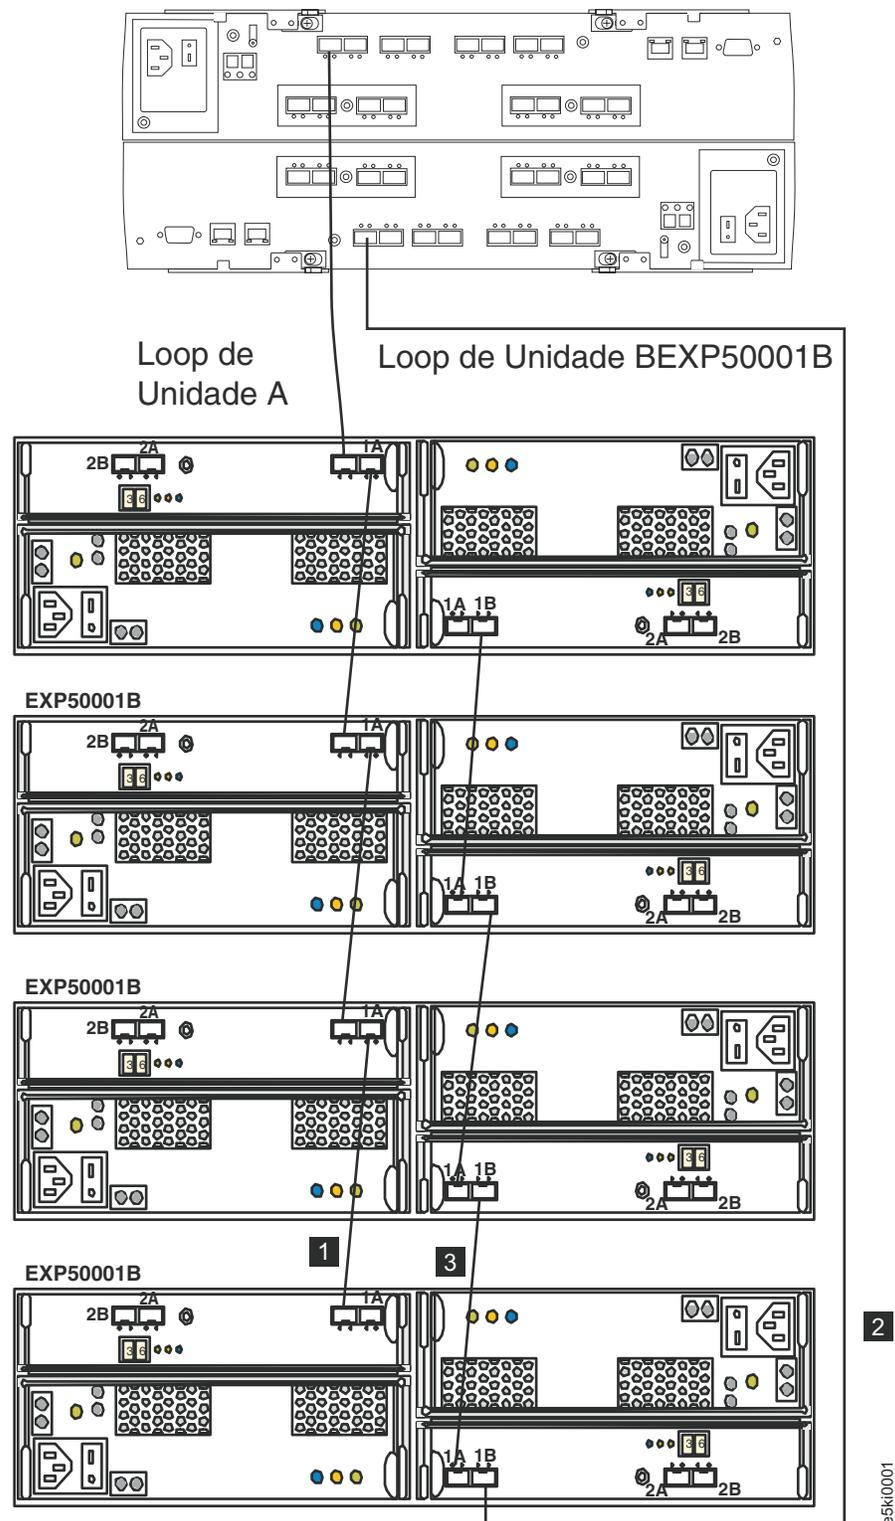

Figura 32. Cabeando o EXP5000 Para um Loop de Unidade Existente e Configurado
A Figura 32 na página 71 mostra um exemplo de um subsistema de armazenamento DS5000 configurado com pares de loop de unidade redundante.
As linhas em Figura 32 mostram como incluir um novo EXP5000 em uma configuração existente do DS5000 com EXP5000s. Para incluir o novo EXP5000 mostrado na Figura 32, execute as seguintes etapas:
4. Faça a conexão Fibre Channel marcada como **1** em Figura 32 na página 71 (loop de unidade A) conectando a porta 1A do EXP5000 existente à porta 1B do novo EXP5000. Em seguida, verifique se é reconhecido pela GUI do software do DS Storage Manager.
5. Mova a conexão Fibre Channel existente marcada como **2** no Figura 32 na página 71 da porta IB ESM do gabinete do EXP5000 existente para a porta 1B ESM do novo gabinete EXP5000.
6. Faça a conexão Fibre Channel marcada como **3** em Figura 32 na página 71 (loop de unidade B) conectando a porta 1A do novo EXP5000 à porta 1B do EXP5000 existente.